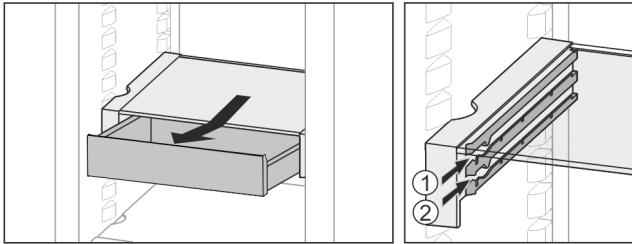

Fig. 21
- ▶ Insértelo a la altura deseada Fig. 21 (1) o Fig. 21 (2).